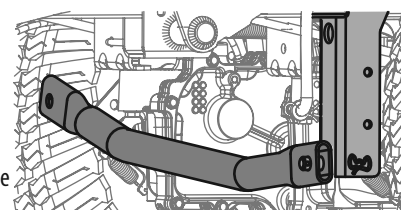

Figure 50
- b. Enlevez la goupille fendue sur le côté gauche de la barre qui la retient au support du châssis. Voir Figure 50.